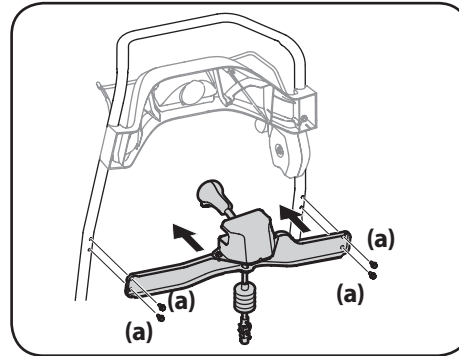

Figure 2-12
2. Utilisez les boulons hexagonaux (a) pour installer la commande de rotation de la goulotte. Voir Figure 2-12.